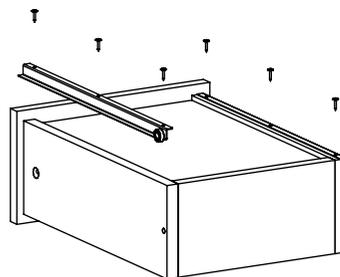

Рис.8
13. Закрепить ползки направляющих на ящики шурупами 3,5x16 (Рис. 8).